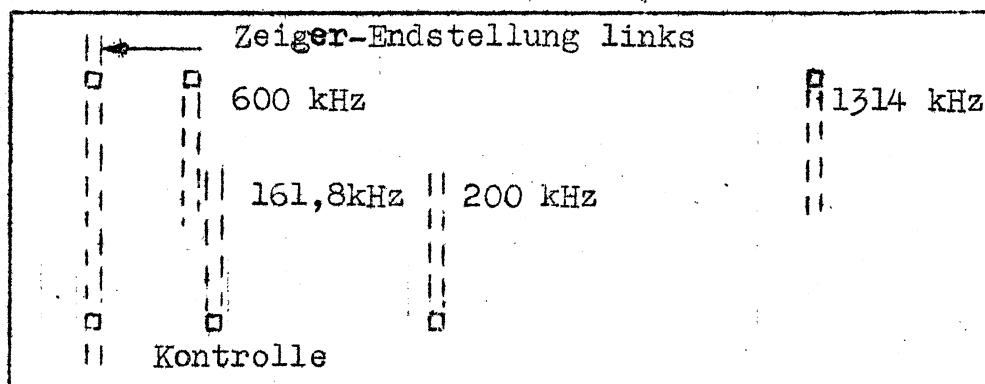
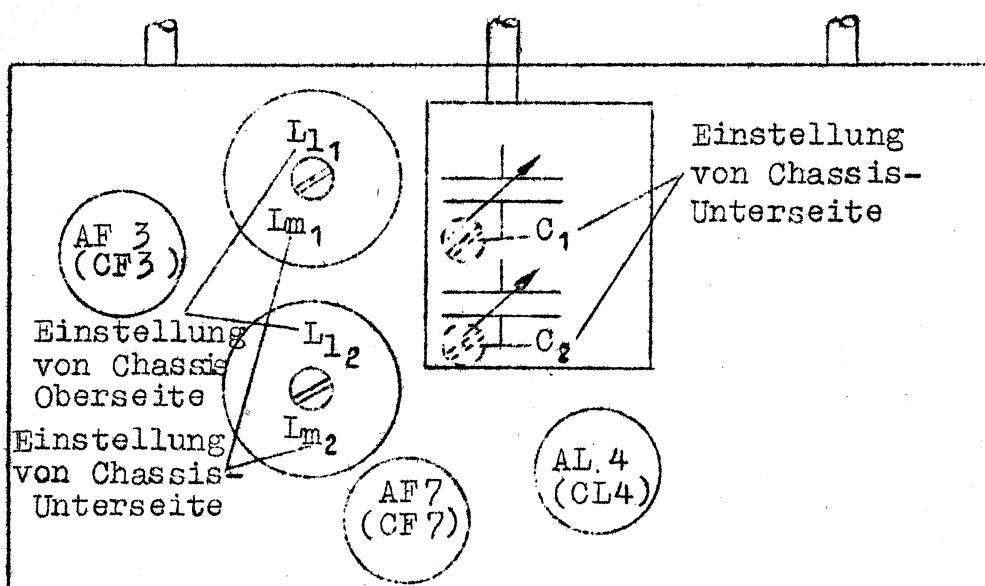

Bild 5 Skala AEG 3^{26} W und 3^{26} GW
Bild 6 Chassis AEG 3²⁶ W und 3²⁶ GW
- 3.) Abgleich: (Eichmarken der Skala siehe Bild 5, Positionsplan siehe Bild 6). Lautstärkeregler nach rechts drehen; Rückkopplung in Raststellung bringen. Hauptschalter auf Mittelbereich, Meßsender auf 1314 kHz, Zeiger auf Eichmarke 1314 kHz einstellen. C₁ (Pos.9) und C₂ (Pos.24) einstellen, dann Meßsender auf 600 kHz, Zeiger auf Eichmarke 600 kHz